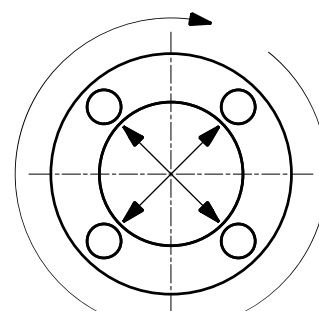

図 5.1-2
- 5) トルクレンチを使って徐々に「表 5.1-2 フランジ締め規定トルク値」まで対角線上に締め付けます。(図 5.1-2)
- 6) さらに時計回りに「表 5.1-2 フランジ締め規定トルク値」で 2 周以上締め付けます。(図 5.1-2)